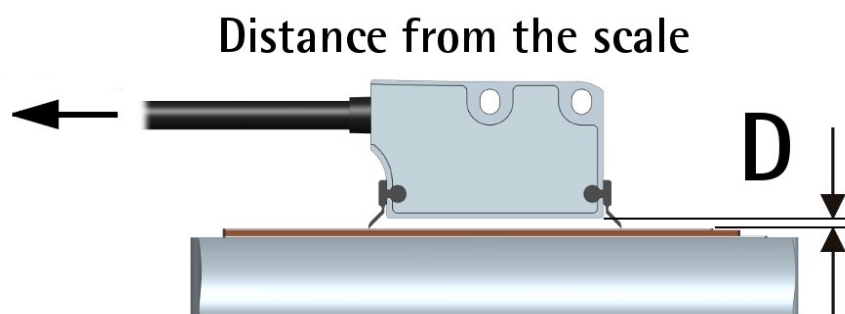
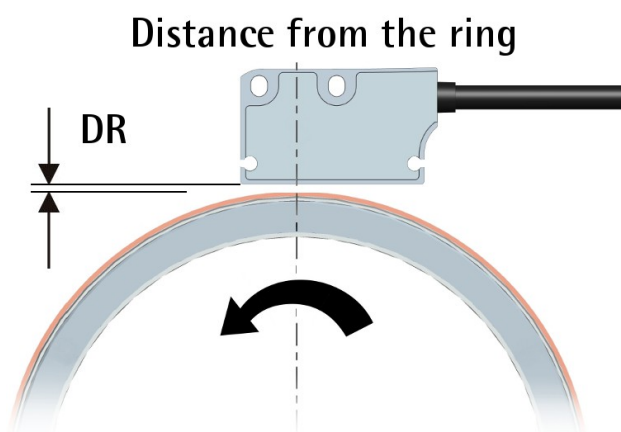

Figura 1 - Distanza montaggio sensore / banda
Figura 5 - Distanza sensore / anello
E' possibile montare la testina sulla banda nelle due direzioni. La freccia in Figura 1 indica la **direzione di conteggio standard** (il fronte di salita del segnale A precede il fronte di salita del segnale B) quando il sensore muove nella direzione indicata dalla freccia; ulteriori informazioni nella sezione "4.7 Direzione di conteggio" a pagina 24.
La distanza D (si veda la Figura 1) tra la base del sensore e la banda magnetica deve essere compresa nei range indicati nella seguente tabella:
La direzione di conteggio positiva (il fronte di salita del segnale A precede il fronte di salita del segnale B) si ha quando il sensore muove sulla banda nella direzione indicata dalla freccia in Figura 1; oppure quando l'anello ruota nella direzione indicata dalla freccia in Figura 5. Per ogni informazione riferirsi alla sezione "4.7 Direzione di conteggio" a pagina 24.
3.10 Spazzole di pulizia opzionali (Figura 1)
La direzione di conteggio standard (il canale A precede il canale B) è da intendersi con movimento del sensore come indicato dalla freccia in Figura 1 nel caso di applicazione lineare; con movimento dell'anello come indicato dalla freccia nella Figura 5 nel caso di applicazione rotativa.
Di default la relazione di fase tra i canali di uscita A e B è tale per cui il fronte di salita dell'impulso A precede il fronte di salita dell'impulso B con movimento dell'encoder nella direzione indicata dalla freccia in Figura 1 nel caso di applicazione lineare; con movimento dell'anello come indicato dalla freccia nella Figura 5 nel caso di applicazione rotativa (si veda la sezione "4.6 Definizione canali d'uscita ABO, /ABO" a pagina 22). Il valore rilevato da un contatore collegato alle uscite dell'encoder è perciò crescente. La direzione di conteggio non può essere modificata.